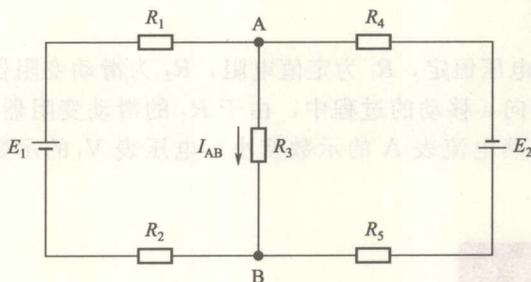

图 1-8 桥式电路的电流计算二
3. 求图 1-8 电路中流过中央支路 AB 的电流  $I_{AB}$ 。